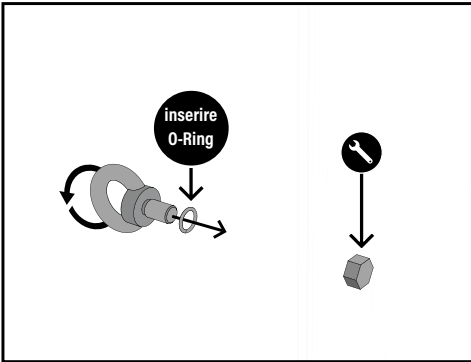

Fig. 13
1. Accedere al vano posteriore, utilizzando una chiave da 24mm, tenere nella posizione indicata nella Fig. 13 il bullone autobloccante M16 fornito nella documentazione del prodotto e contemporaneamente avvitare dall'esterno il golfare.